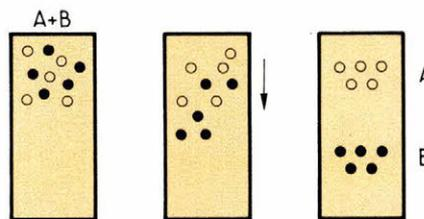

Fig. 1
- Pour la première d'entre elles, on utilise une colonne en verre (diamètre 2 cm, longueur 50 cm) remplie d'une matière adsorbante qui constitue la phase fixe. Le mélange dont on veut séparer les constituants est introduit en haut de colonne; la solution va voyager dans celle-ci et les divers composants vont être retenus sélectivement par la matière adsorbante (fig. 1). Si maintenant, on fait passer au travers de la colonne un solvant adéquat constituant la phase mobile, celle-ci va entraîner les divers composants qui vont sortir les uns après les autres en bout de colonne.